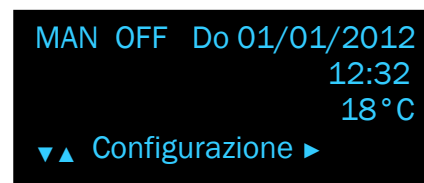

FIG. 4-23
2. scorrere il menù con il tasto  fino a trovare la sezione "configurazione" (fig. 4-23);